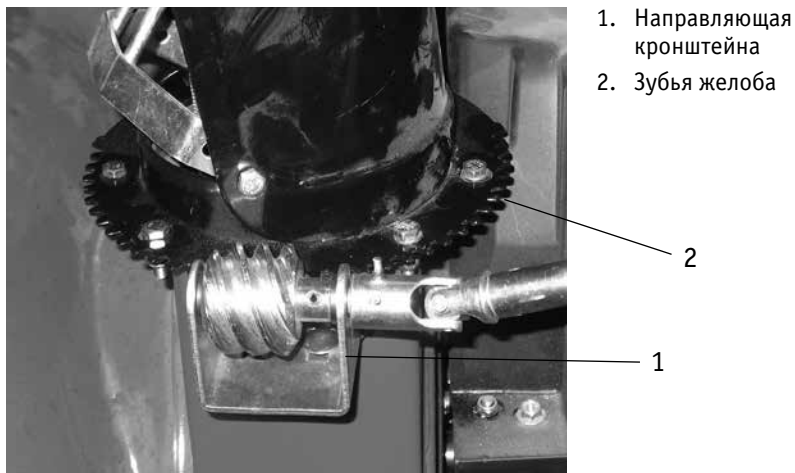

Рис. 6
5. Вставьте рычаг управления в направляющую (1). Совместите рычаг управления с зубьями желоба (2) (**рис. 6**).